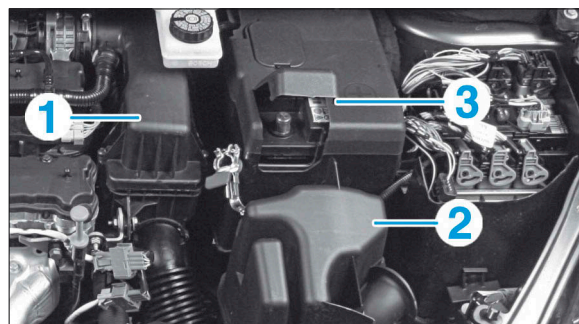
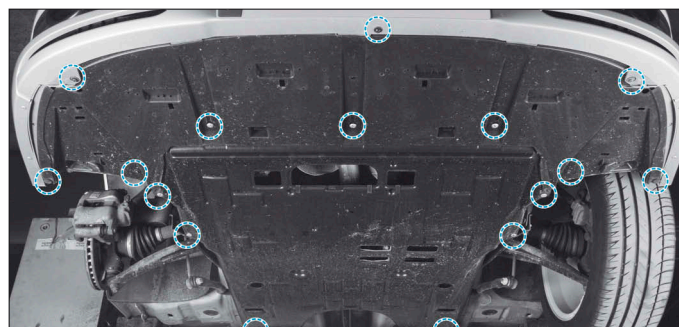
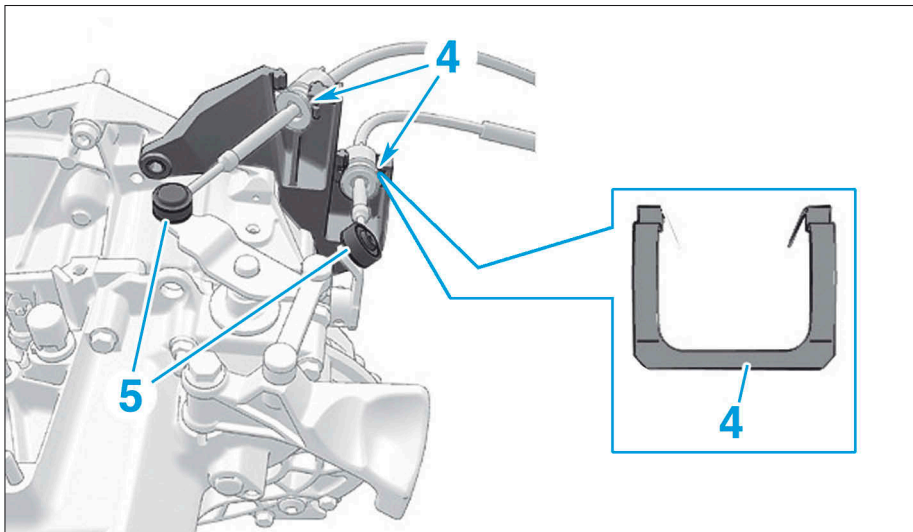

FIG. 3
FIG. 4
FIG. 8
- le boîtier de filtre à air (1) (Fig.3),
- le résonateur d'air (2),
- la batterie et ses supports (3).
- les protections sous moteur (Fig.4),
- Dégager les arrêts de gaines de leurs supports en les tirant vers le haut après avoir presser les languettes des agrafes (4) (Fig.8).
- les rotules (5) à l'aide de l'outil [1],